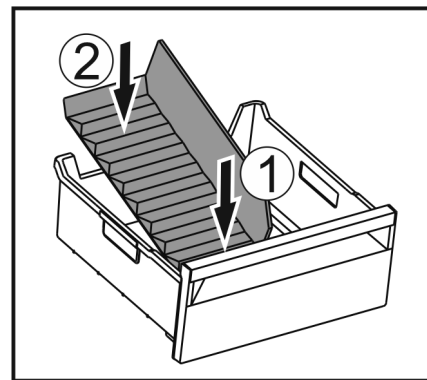

Fig. 214
- ▶ Vorderen Teil des Eisfach-Trenners einsetzen. Fig. 214 (1)
- ▶ Hinteren Teil des Eisfach-Trenners bis zum Schubfachboden absenken. Fig. 214 (2)